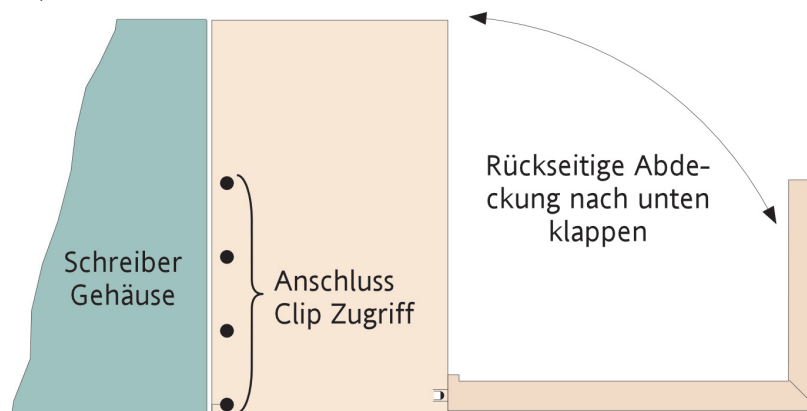
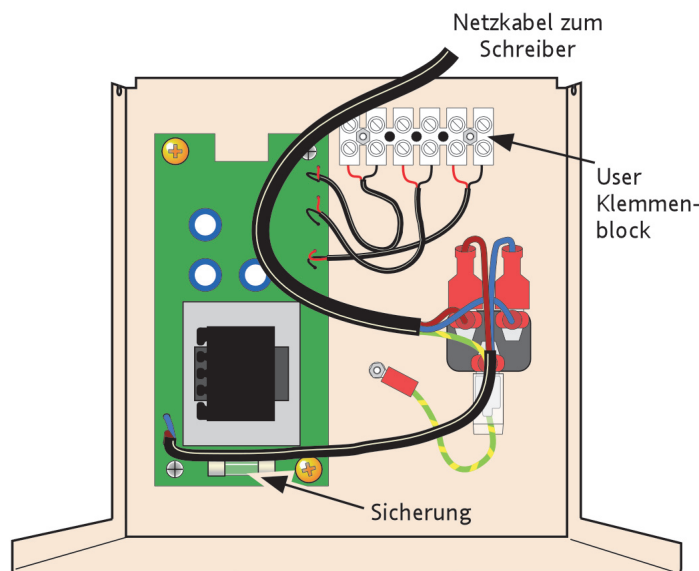

Abbildung 11.2.2b Öffnen der rückseitigen Abdeckung
Abbildung 11.2.2c Position der Sicherung und des User Klemmenblocks
3. Öffnen Sie die Abdeckung (Abbildung 11.2.2b), um Zugriff auf die Anschlüsse usw. zu bekommen (Abbildung 11.2.2c).
4. Die Position der Sicherung sehen Sie in Abbildung 11.2.2c dargestellt. Sie können nun entweder die Verdrahtung der Klemmenblöcke (Abbildungen 11.2.3a/b) vornehmen oder zuerst die Klemmenabdeckung vollständig entfernen (ab Schritt 5).
Anmerkung: Vier Öffnungen in jeder Seite der Klemmenabdeckung ermöglichen Ihnen das Lösen der Clips, die die E/A Anschlüsse auf der Schreiber Rückseite sichern. So können Sie die E/A Anschlüsse entfernen, wenn Sie z. B. den Schreiber aus dem Schaltschrank entfernen möchten. Die Positionen der Öffnungen sehen Sie in Abbildung 11.2.2b (rechte Seite gezeigt, linke Seite entsprechend) dargestellt.